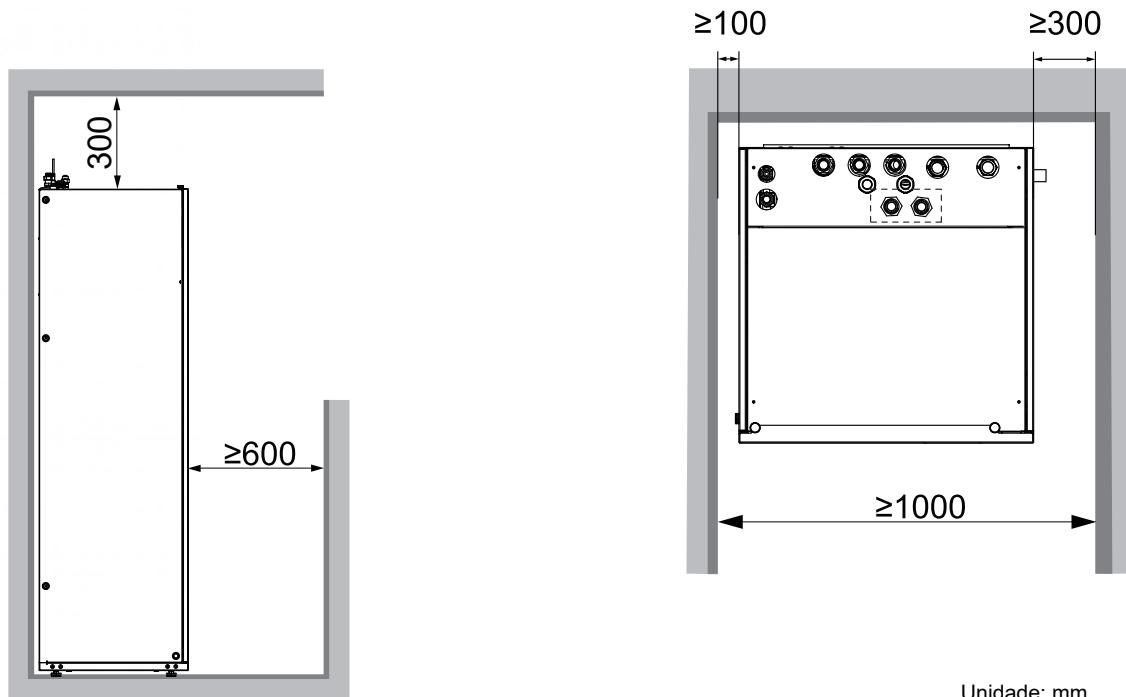

Fig.4-2
- O espaço à volta da unidade é adequado para revisões (consulte a Fig. 4-2).